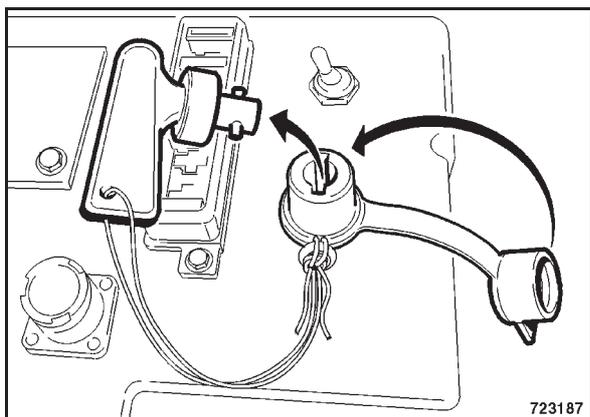

Bild 69
- Batterie Hauptschalter (Bild 69) abschalten und abziehen.